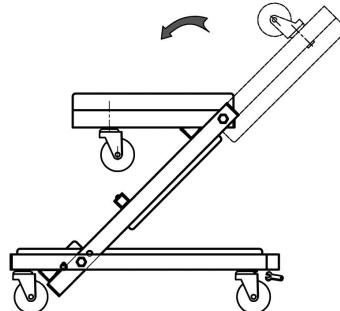

Figure 3 - Schéma de l'ajustement du sommier en siège
1. Déverrouillez la goupille de verrouillage à ressort en tirant dessus jusqu'à ce qu'elle soit libérée, en même temps, tournez le cadre avant et le cadre central vers le haut et vers le cadre arrière jusqu'à ce que la goupille de verrouillage s'engage dans l'encoche de verrouillage du siège (Fig.3). Vérifiez si la goupille de verrouillage est totalement enfoncee.